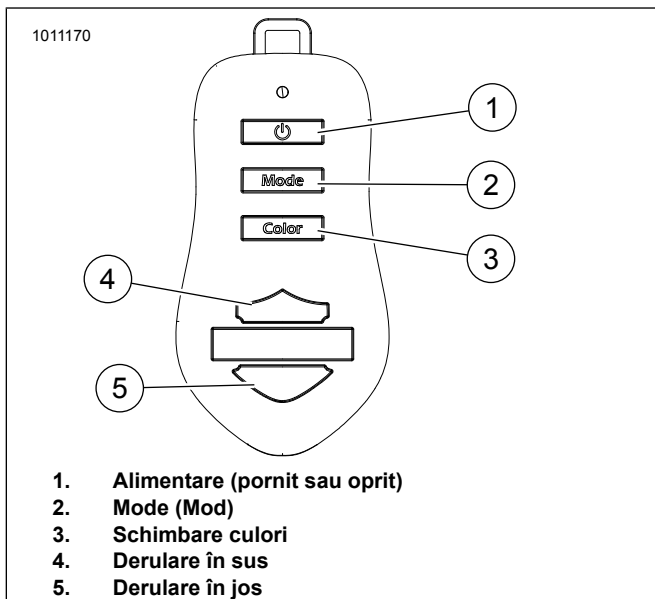

Figura 3. Cheie de securitate
2. A se vedea figura 3. Apăsați butonul de alimentare (1) de pe fob.
1. A se vedea figura 3. Apăsați butonul Mod (2) pentru a comuta prin cele trei moduri.
- b. Apăsați butonul Derulați în sus (4) pentru a crește viteza treptat. Țineți apăsat pentru a crește rapid viteza.
- c. Apăsați butonul Derulați în jos (5) pentru a crește viteza treptat. Țineți apăsat pentru a descrește rapid viteza.
1. A se vedea figura 3. Apăsați butonul Modificare culoare (3) pentru a defila și a modifica zonele de culoare.